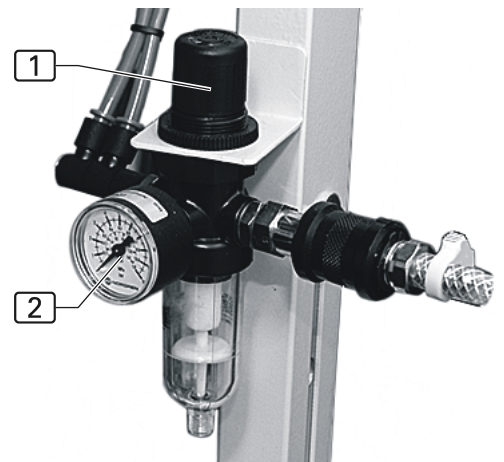

Abb. 19
- Stimmen die Angaben für Spannung (V) und maximalen Strom (A) nicht überein, darf die Maschine nicht angeschlossen werden.
4. **Abb. 19:** Maschine an Druckluftversorgung anschließen. Dazu die Steckkupplung des Druckluftschlauches in die Aufnahme der Druckluftversorgung des Betriebsraumes stecken. Die Druckluft wird durch einen Druckminderer [1] auf den nötigen Betriebsdruck von 6 bar reduziert. Am Manometer [2] kontrollieren, ob der richtige Betriebsdruck eingestellt ist. Der Druckminderer ist am Maschinengestell unterhalb der B-Maschine montiert.